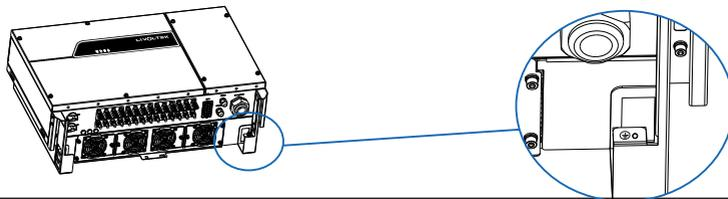

Figura 5.3 Protegendo o cabo PGND
Passo 3 Remova os parafusos de aterramento dos pontos de aterramento, prenda o cabo PGND (feito nas etapas 1 e 2) usando os parafusos de aterramento e aperte os parafusos com um torque de 3 N•m usando uma chave de caixa, conforme mostrado na Figura 5.3. O fio PE deve ser bem aterrado para garantir que a impedância entre o fio neutro e o fio terra seja inferior a 10Ω.